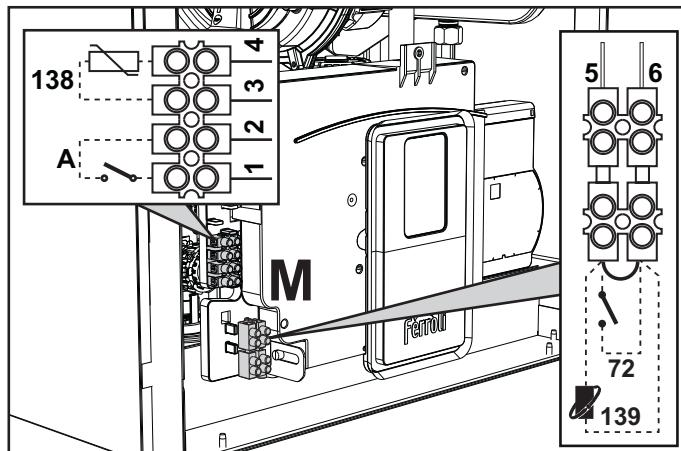
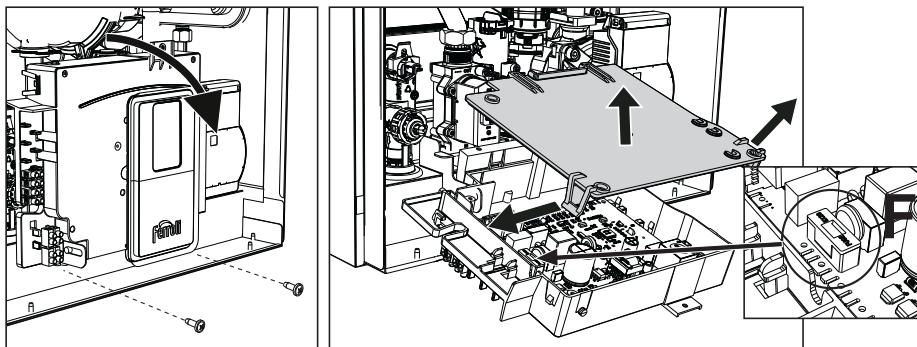

fig. 28
fig. 29
Dopo aver tolto il pannello frontale (sez. "Apertura del pannello frontale" a pag. 40) è possibile accedere alle morsettiera (M) e al fusibile (F) seguendo le indicazioni descritte di seguito (fig. 28 e fig. 29). I morsetti indicati nella fig. 28 devono essere a contatti puliti (non 230V). La disposizione dei morsetti per i diversi allacciamenti è riportata anche nello schema elettrico alla fig. 67.
#### Configurazione Interruttore ON/OFF (A fig. 28)